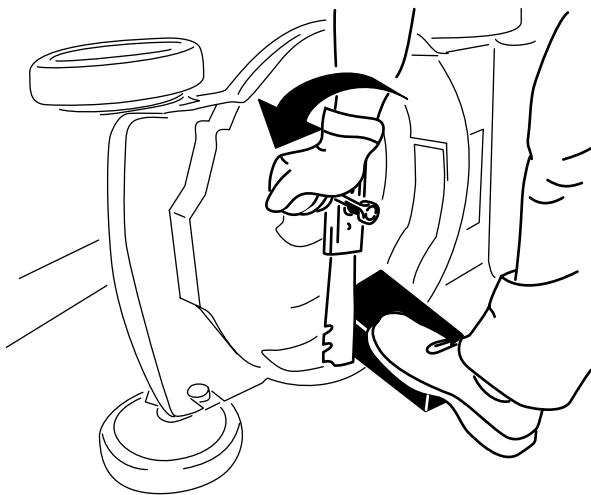

Bild 21
3. Stabilisieren Sie das Messer mit einem Holzblock (Bild 21).
4. Nehmen Sie das Messer ab und bewahren Sie alle Befestigungsschrauben auf (Bild 21).